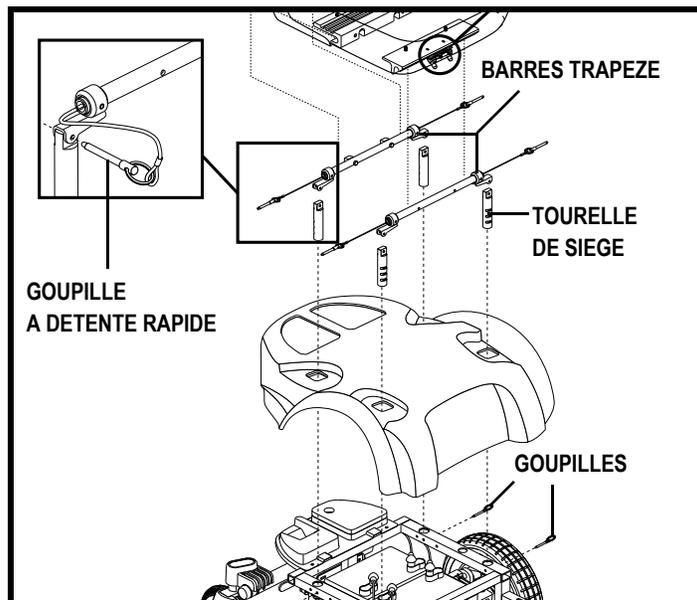

Figure 15. Réglage de la hauteur du siège
6. Retirez les goupilles à détente rapide des tourelles (avant/arrière) de siège. Voir la figure 15.
9. Retirez les goupilles des quatre tourelles de siège. Voir la figure 15.